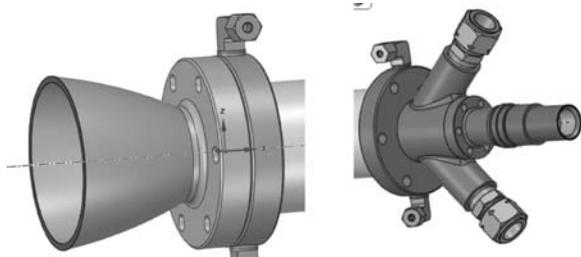
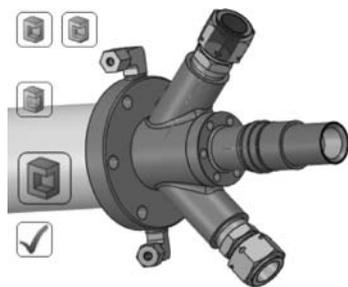

图 3.106 选择边界面
图 3.107 选择内部面
(1) 新建一个 Workbench 工程, 双击 Toolbox 中的 Geometry, 添加一个几何建模模块。在其上右击, 导入素材文件 eg3.4.scdo。
(2) 双击后便可打开 SCDM, 在工具栏中选择 Prepare 选项页中的 Volume Extract, 按住 Ctrl 键, 选择如图 3.106 所示的 4 个边界面。切换到内部面选择模式, 选择任意一个内部面, 如图 3.107 所示, 按对钩后即可完成内部流道的抽取。